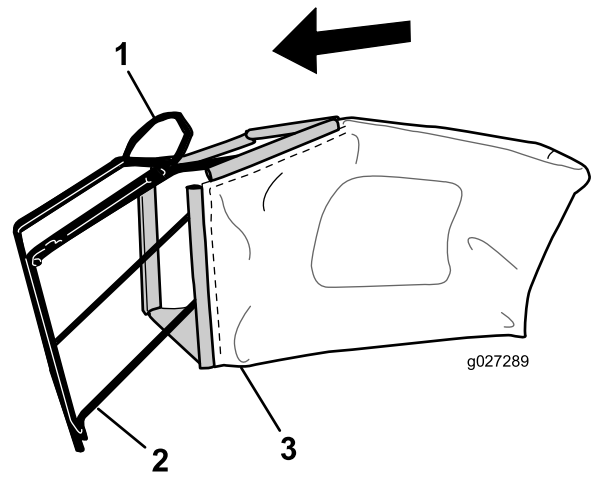

Figura 9
Nota: Não deslize o saco sobre pega (Figura 9).
1. Deslize o saco de relva sobre estrutura como se mostra na Figura 9.